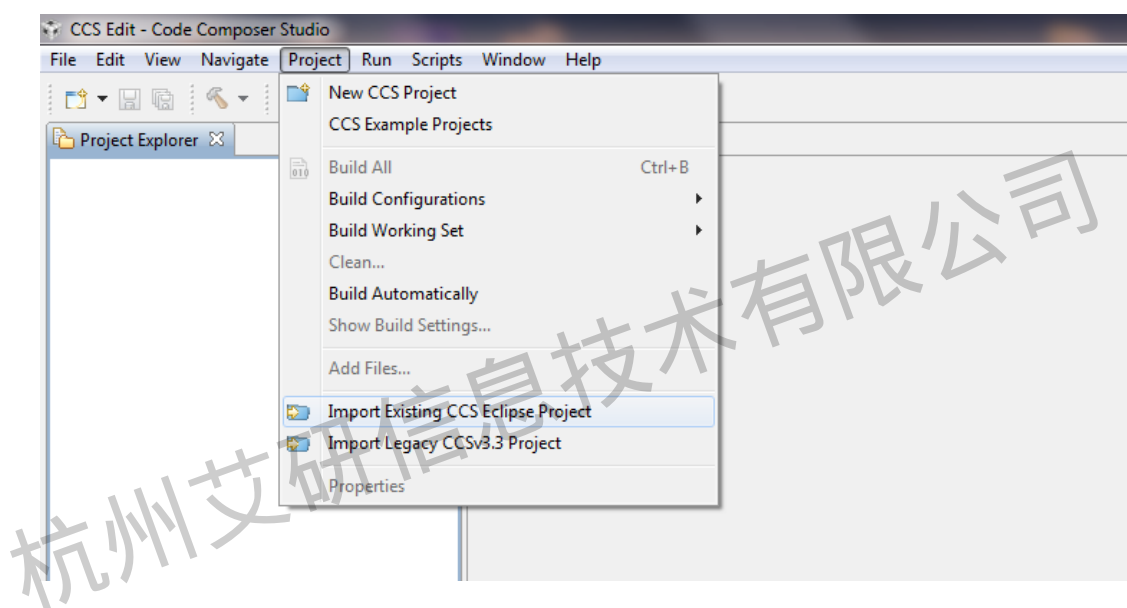
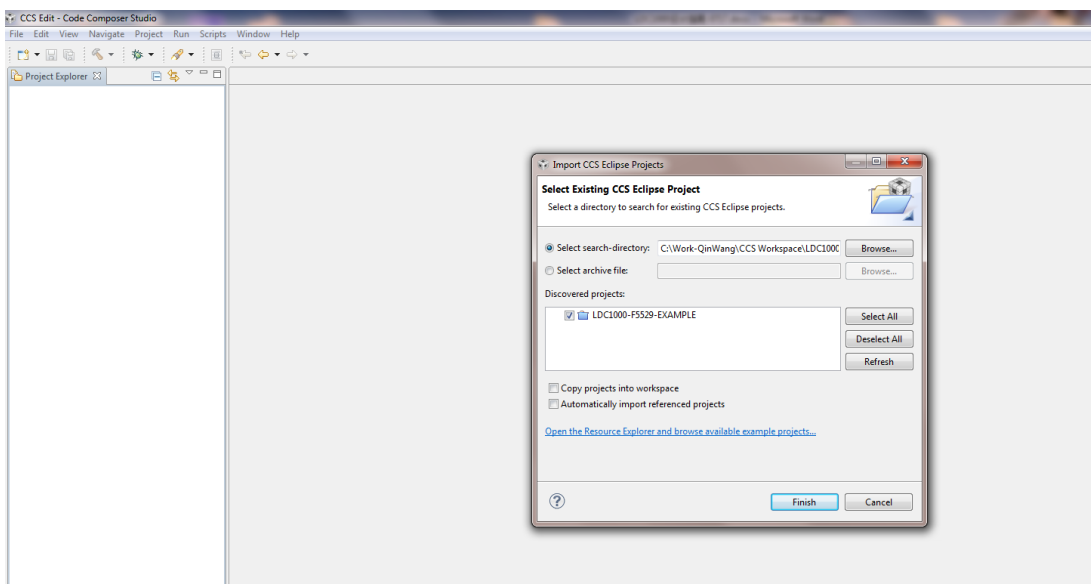

图 4 导入工程的菜单选项
图 5 导入 LDC1000 例程
2、打开 CCS（V5 版本），单击“Project->Import existing CCS eclipse project”，如图 4 所示。选择实验例程所在的文件夹，将示例工程导入（图 5）。注意：实验例程所在的文件夹的目录不能有中文字符，因为 CCS 只接受 8 位 ASCII 的文件名及文件路径。